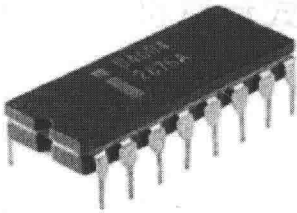

图 1-1 4004
- 1971 年,Intel 推出世界上第一款 4 位的微处理器 4004,这也是第一款可用于微型计算机的 4 位处理器,集成了 2300 个晶体管,如图 1-1 所示。